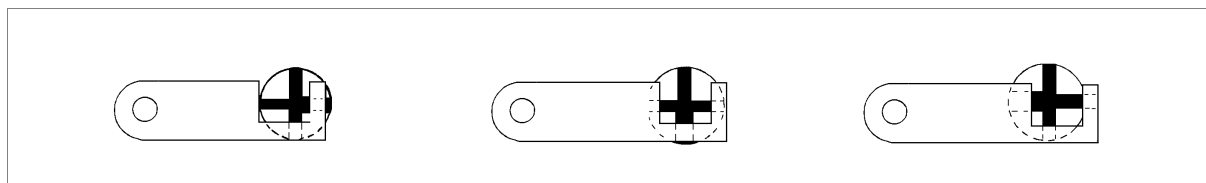

Fig. 19
- 3) apoye el tope de la llave contra la barra en una de las tres posiciones (fig.19).